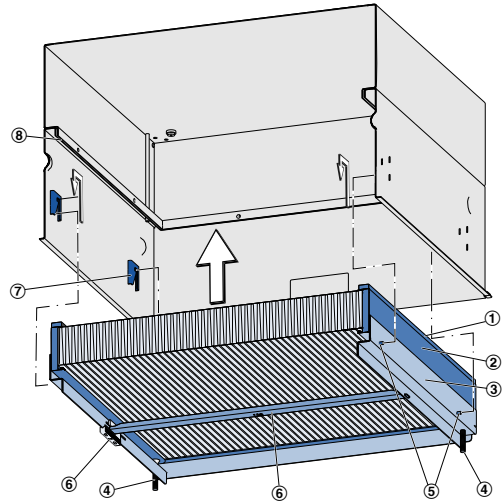

Fig. 6 : Introduction des filtres
1. ► Retirer le mécanisme de serrage (Fig. 6 /3) du caisson du filtre HEPA.
2. ► Introduire l'élément filtrant (Fig. 6 /2) avec le joint (Fig. 6 /1), face vers le haut, dans le cadre de serrage.
3. ▶ Introduire le mécanisme de serrage avec le filtre dans le caisson afin que les quatre supports (Fig. 6 /5) s'insèrent dans les pattes (Fig. 6 /7).
4. ▶ Visser les quatre vis de serrage (Fig. 6 /4) uniformément avec une clé Allen 4 pour presser le filtre sur le porte-filtre (Fig. 6 /8), couple max. 2 Nm.